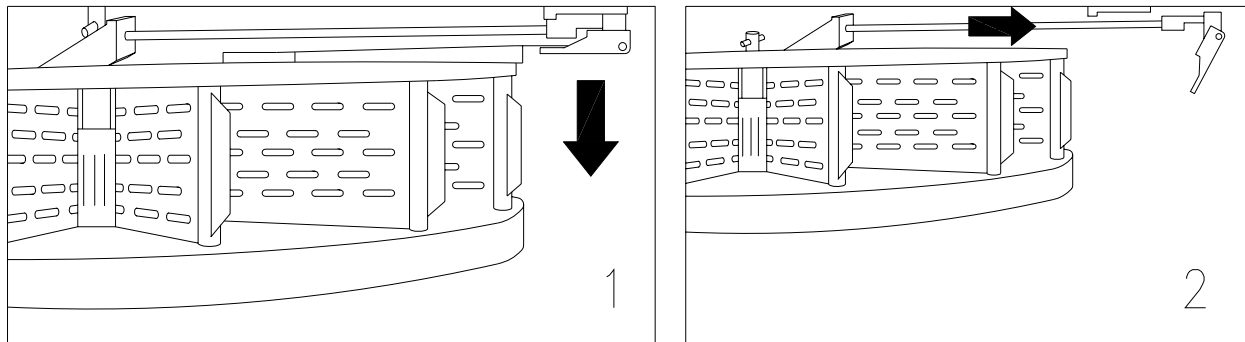

FIG. 8
8.1 EXTRACCIÓN DE LAS BANDEJAS FIG. 8